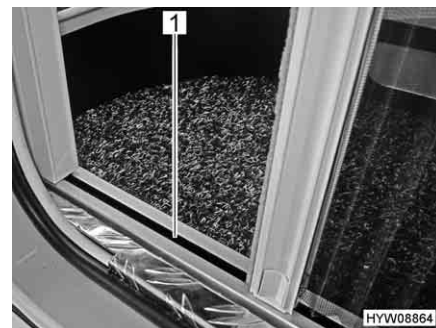

Fig. 46 Protezione contro gli insetti (guida inferiore)
- ▷ Durante l'apertura e la chiusura, afferrare la barra di presa con entrambe le mani. In questo modo è possibile limitare la possibilità che la protezione contro gli insetti si inceppi nelle guide (Fig. 46,1).